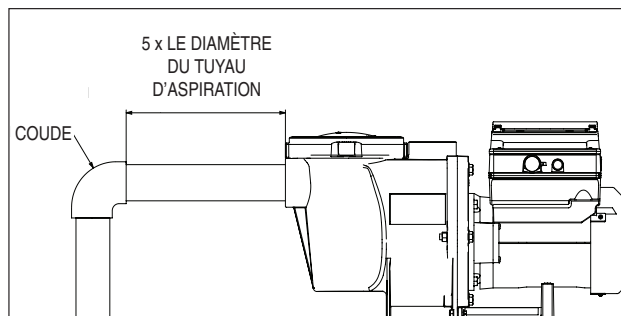

Figure 2 : Tuyauterie recommandée
4. Pour la plupart des installations que Pentair recommande installer une vanne sur les deux l'aspiration de la pompe et retournent les lignes afin que la pompe peut être isolée au cours de l'entretien de routine. Cependant, nous recommandons aussi qu'une vanne, un coude ou té installé dans le tuyau d'aspiration doit être au moins à l'avant de la pompe cinq fois le diamètre de la conduite d'aspiration. **Voir Figure 2.**